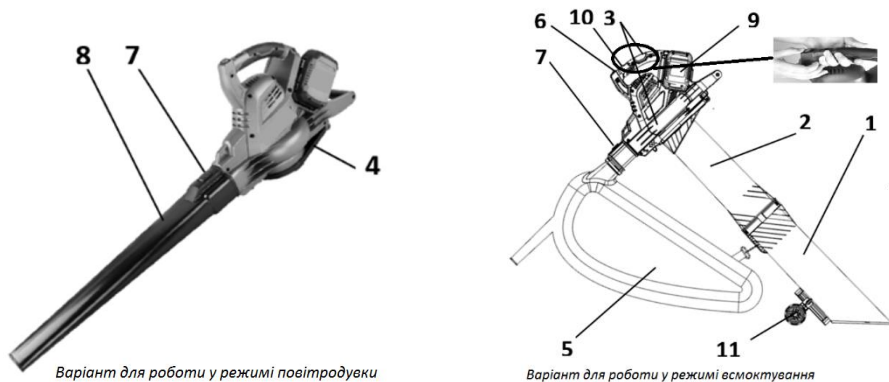

Рисунок 1
4.1.1 Виконайте монтаж виробу для режиму повітродувки (див. рис.1 «Варіант для режиму повітродувки»), для чого: